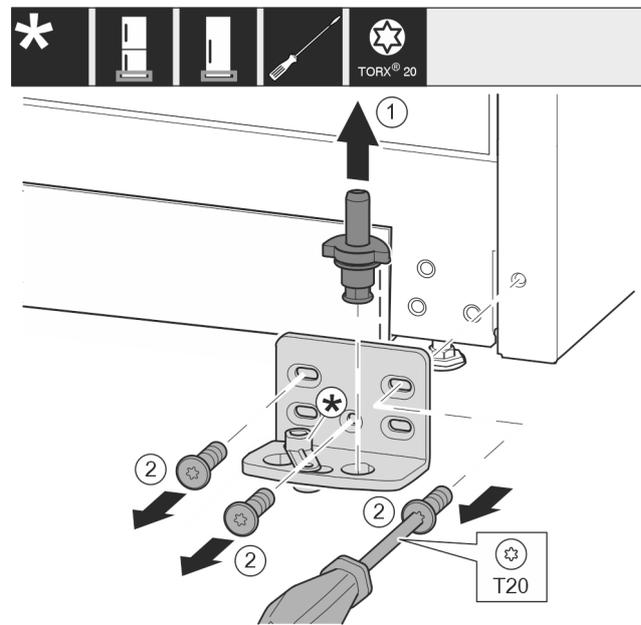

Fig. 22
- ▶ Lagerbolzen komplett nach oben herausziehen. Fig. 22 (1)
- ▶ Schrauben mit Schraubendreher T20 herausdrehen und Lagerbock abnehmen. Fig. 22 (2)